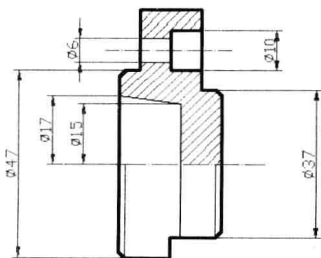

图 7-7-3
(3) 单击“确定”按钮，单击“关闭”按钮，标注对象都增加了前缀直径符号，如图 7-7-3 所示。